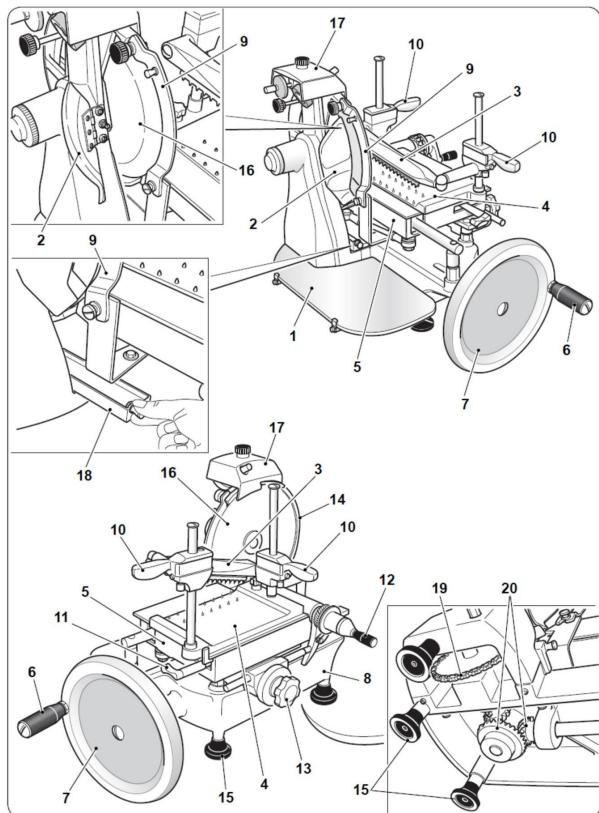

Fig. 2
**ADVERTENCIA:** SIEMPRE limpiar la hoja (Fig. 2, # 16) con el protector de la hoja (Fig. 2, No. 9) equipados.
No utilice detergentes para limpiar la hoja (Fig. 2, No. 16).
- **Engrasar carril de guía de carro (Fig. 2, nº 5) y el soporte del producto (Fig. 2, # 4) y los puntos de lubricación.**
- **Engrasar la cadena (Fig. 2, # 19) y el engranaje cónico (Fig. 2, No. 20).**
Aafil la hoja (Fig. 2, No. 16) de forma periódica o por lo menos una vez cada 6 meses.
- Retire la bandeja de recogida de grasa (Fig. 2, # 18) y el aceite de la boquilla (figura 29).
**ADVERTENCIA: SIEMPRE trabajar con el protector de la hoja (Fig. 2, No. 9) equipados adecuadamente.**
- Girar el volante (Fig. 2, # 7) mientras pulsa el botón "X" y llevar a cabo alrededor de 20 a 30 revoluciones blade.
- Girar el volante (Fig. 2, # 7) de nuevo mientras pulsa el botón de “K” y realizar 1 ó 2 vueltas de hoja.
- Levante la máquina de cortar y aplicar 3 a 4 gotas de lubricante suministrado a la cadena (Fig. 2, # 19) y los engranajes (Fig. 2, # 20).
**ADVERTENCIA: Siempre consulte Omcan lo que respecta a la retirada y eliminación de la hoja (Fig 2, # 16.) Por lo que la eliminación puede realizarse con total seguridad.**